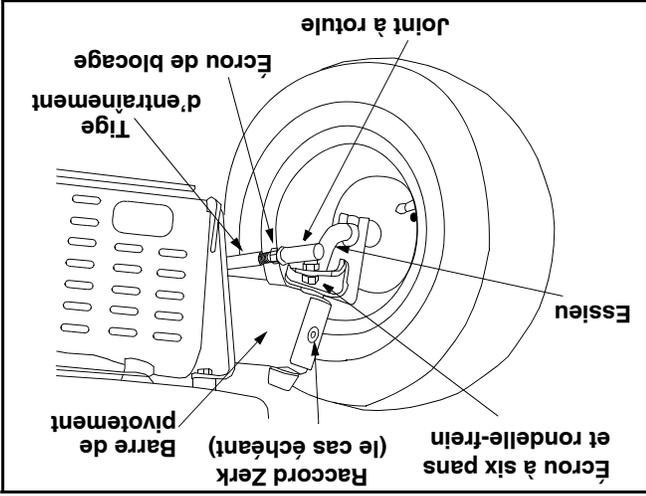

Figure 13
- Desserrez l'écrou de blocage de la tige d'entraînement sur l'arrière du joint à rotule. Voir la Figure 13.
- Retirez l'écrou à six pans et la rondelle-frein sur le dessus du joint à rotule. Voir la Figure 13.